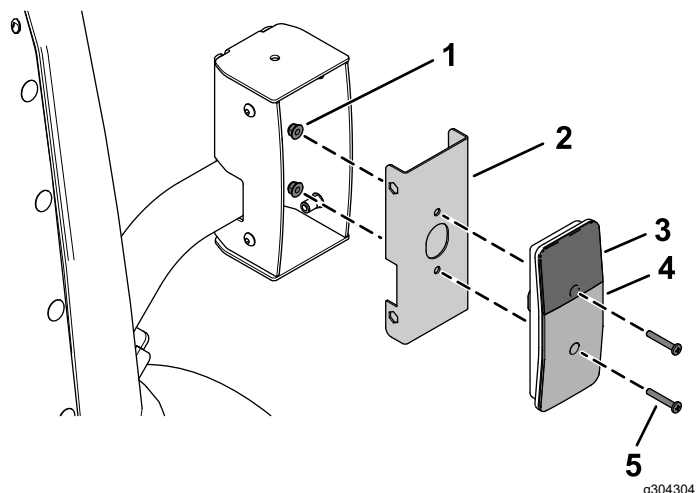
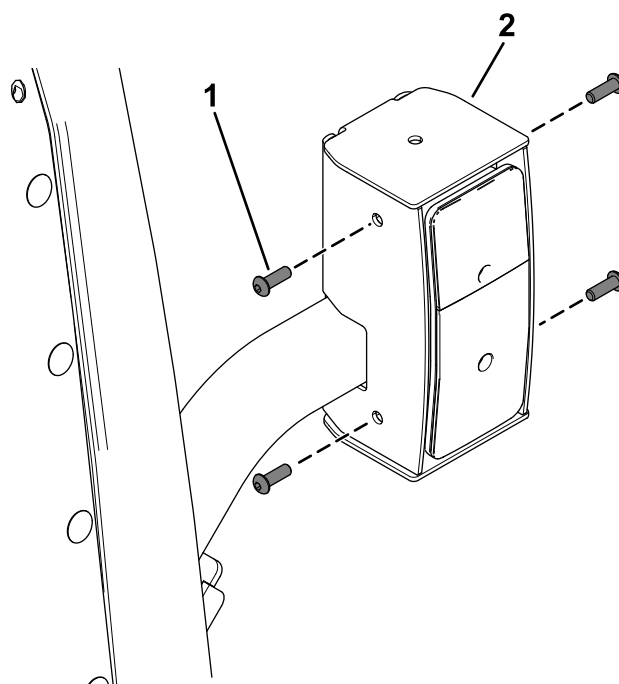

Figure 36
Figure 37
5. Fixez les feux arrière sur les supports intérieurs à l'aide de 4 vis à tête tronconique (n° 10 x 1¼") et 4 écrous à embase (n° 10), comme montré à la Figure 36.
8. Fixez les feux arrière sur leurs boîtiers à l'aide de 8 boulons à tête ronde (¼" x ¾"), comme montré à la Figure 37.
Veillez à monter les feux arrière avec le verre jaune en haut (Figure 36 et Figure 37).